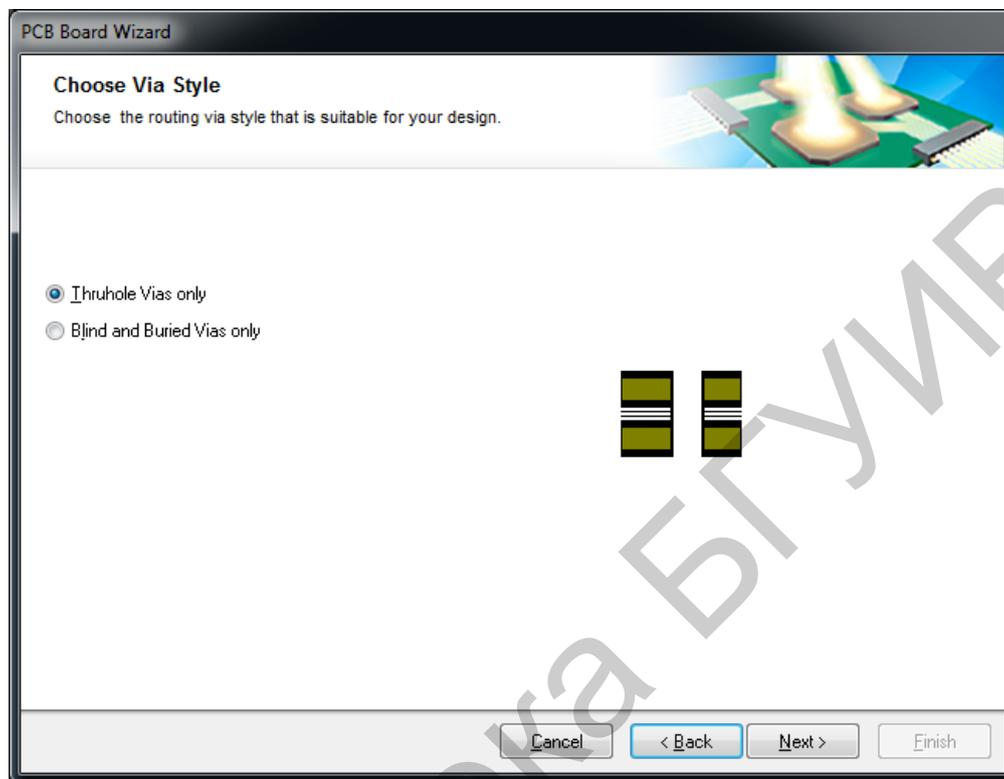

Рис. 60. Определение типа переходных отверстий
7. На следующем шаге, Choose Via Style (рис. 60), предлагается выбрать один из двух стилей – только сквозные (Thruhole Vias only) или только слепые и захороненные переходные отверстия (Blind and Buried Vias only). В диалоговом окне показывается фрагмент разреза платы для выбранного случая.